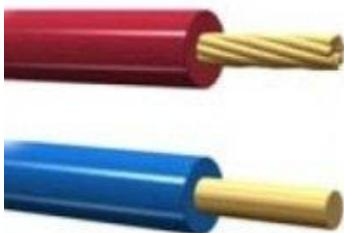

Рис. 17. Провод НВ4
**НВ4** – токопроводящая жила – медная, луженая, многопроволочная, изолятор ПВХ (рис. 17).